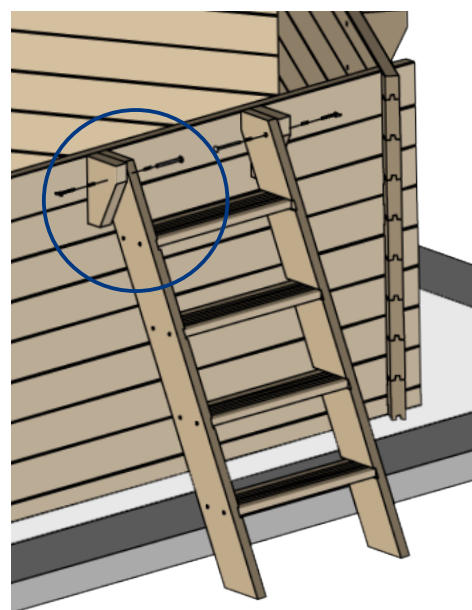

Figure 20
- Assemblez l'échelle et placez-la conformément à la figure 20.